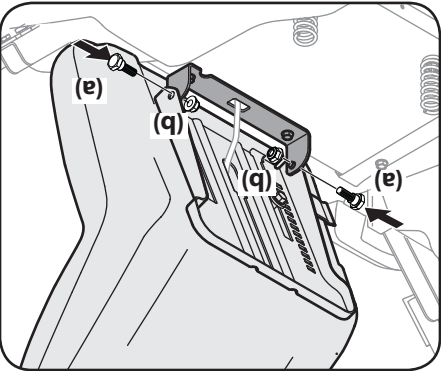

Figure 2-3
3. Positionnez le siège et maintenez-le en place avec les boulons à épaulement (a) et les contre-écrous (b) enlevés précédemment. Faites attention de ne pas pincer ni endommager le faisceau de fils lors de l'installation du siège. Voir la Figure 2-3.